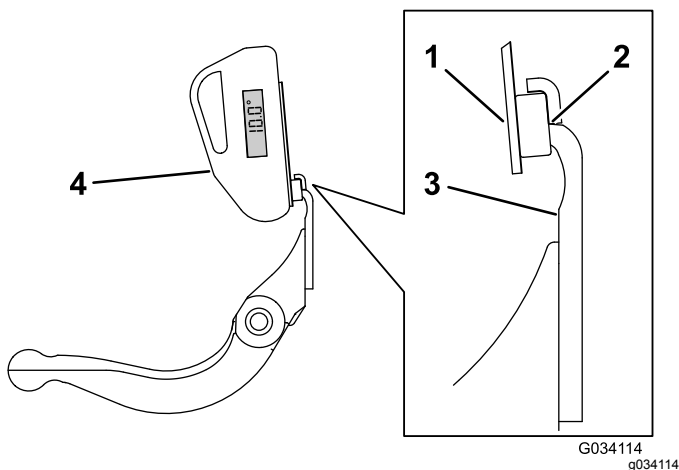

Bild 28
3. Legen Sie die Neigungsmesserbefestigung an die Kante des Untermessers, sodass die Kante des Magnets bündig mit der Kante des Untermessers ist (**Bild 28**).
4. Legen Sie den Neigungsmesser auf die Befestigung, wie in **Bild 28** abgebildet.